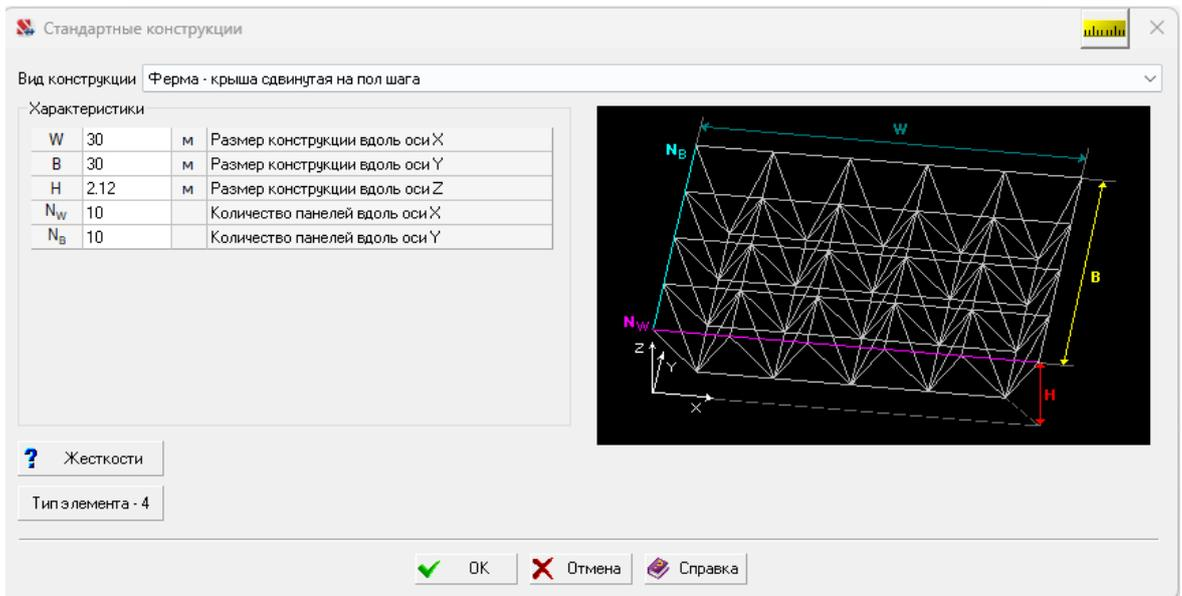
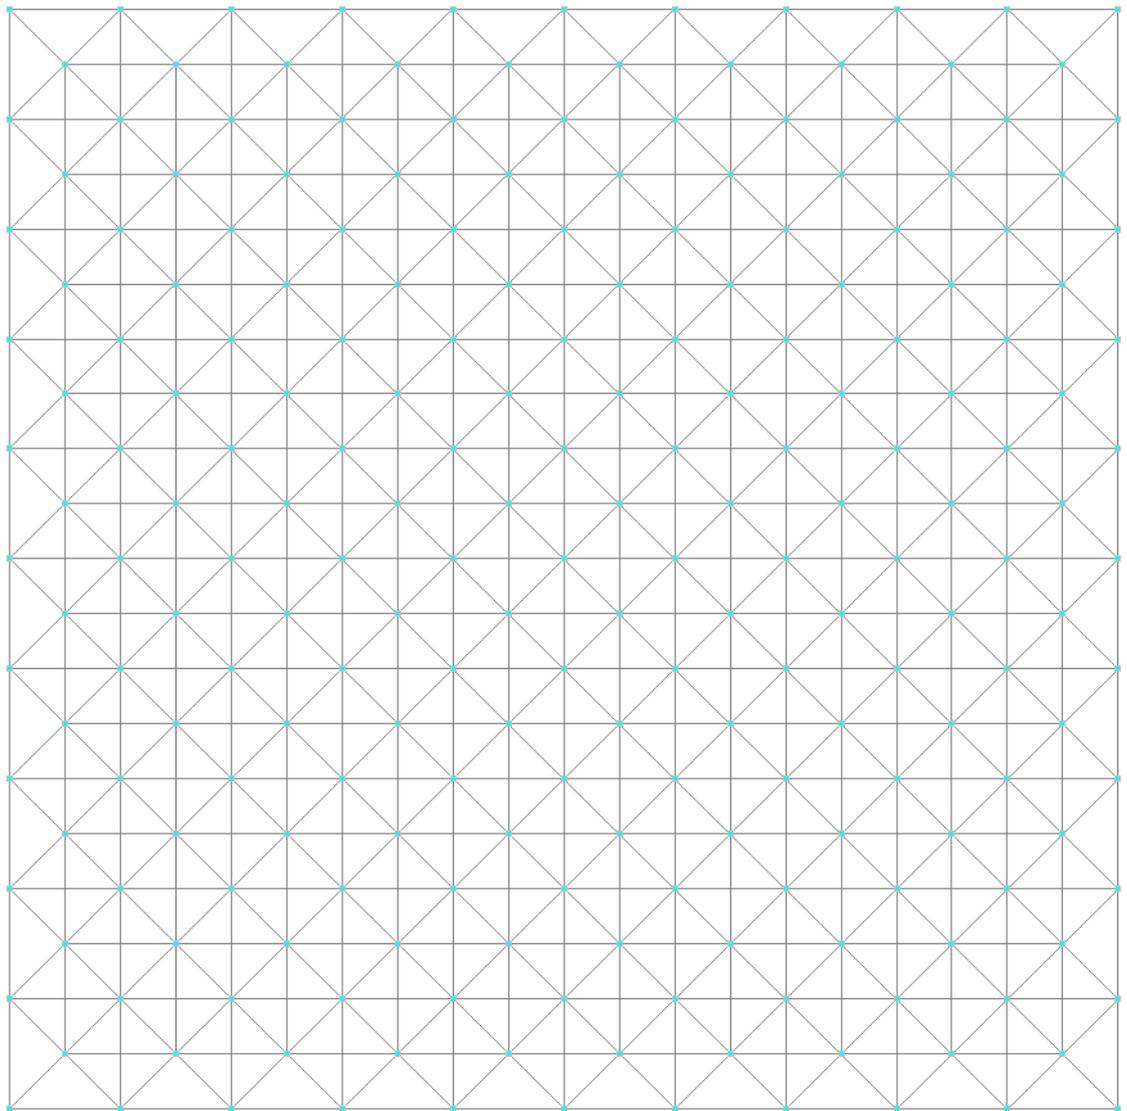

Рис. 5.2. Создание геометрии покрытия
Рис. 5.3. Геометрия структурного покрытия
стандартных конструкций  на вкладке **Схема**, в появившемся окне (рис. 5.2) необходимо выбрать **Ферма – крыша, сдвинутая на полшага**, ввести характеристики **W (30 м), В (30 м), Н (2,12 м), Nw (10), Na (10)** и нажать **ОК**. В результате получить схему, представленную на рис. 5.3.